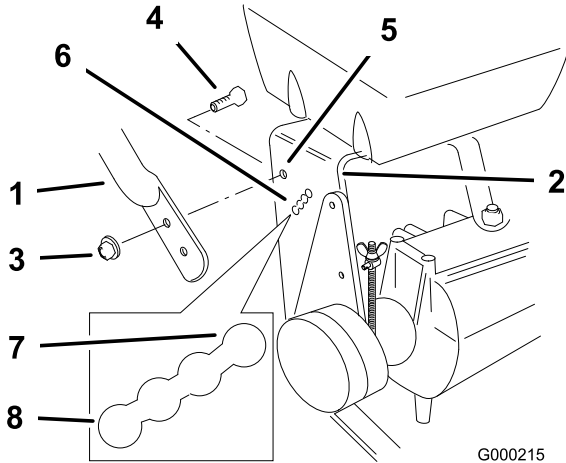

Figure 18
2. Desserrez les boulons à embase supérieurs ((3/8 x 1 pouce)) et l'écrou à embase de fixation du guidon au bâti arrière (Figure 18).
3. Retirez les boulons à embase supérieurs ((3/8 x 1 pouce)) et les écrous à embase de fixation du guidon au bâti arrière (Figure 18).